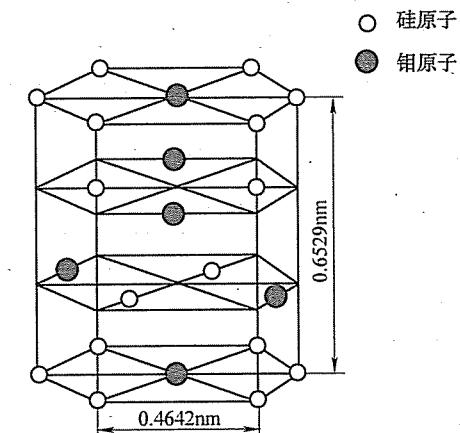
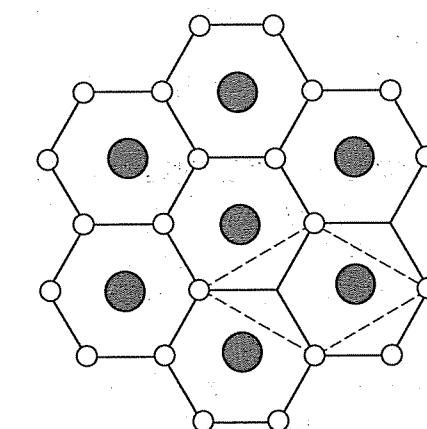

图 2-1 第一题第 1 小题图
图2-3 第一题第1小题解答图
1. 某著作中给出六方点阵 MoSi_2 的错误晶胞如图 2-1 所示。指出其错误所在, 画出一个正确的六方晶胞, 并给出 a 、 c 点阵常数的数值。
1. 图2-1中钼原子与硅原子所示位置为非等同点,不符合节点选取的规则。图2-3中虚线所示为正确的六方晶胞的(001)面。其中